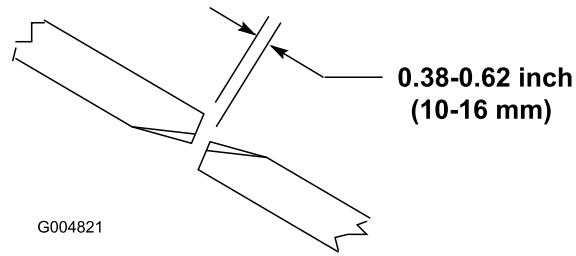

Figure 24
Pour que le plateau de coupe fonctionne correctement, les pointes des lames des plateaux latéraux et du plateau central doivent être espacées de 10 à 16 mm (Figure 24).
- Tournez une lame centrale et une lame latérale adjacente pour aligner les pointes des lames. Mesurez la distance entre les pointes des lames ; elle doit être d'environ 10 à 16 mm (Figure 24).